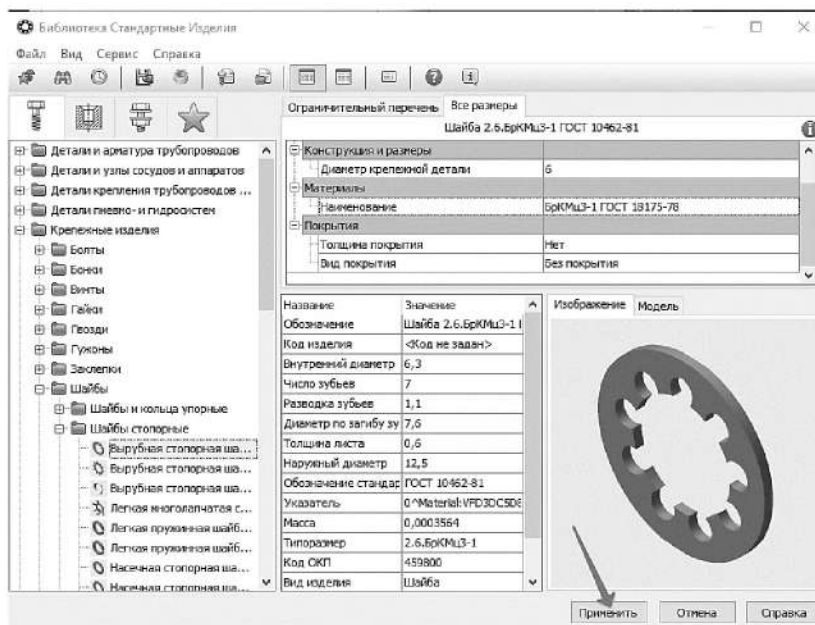

Рисунок 3.95. Сохранение параметров шайбы и добавление в сборку
10.1.11 В окне **Библиотеки Стандартные Изделия** нажмите кнопку **Применить** (рисунок 3.95).